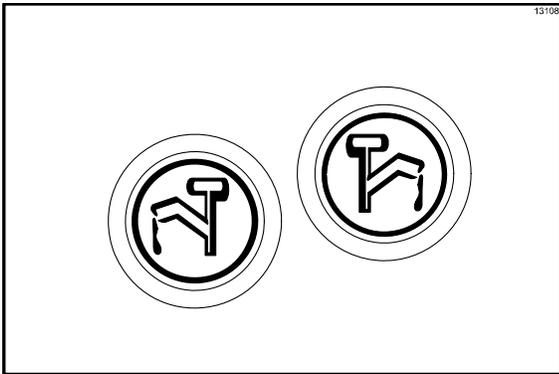

图 63
1. 按托品加热器键  ，将托品加热器置于 OFF 的位置。当这些加热器关闭时，这些键将不亮。（见图 63。）